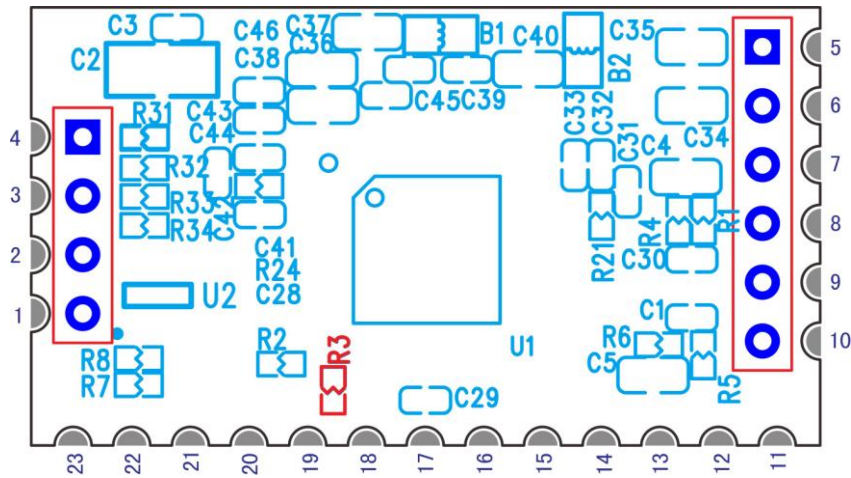

图 8,HX-01 开启双通道设置示意
- 2, 如果需要开启 LINE IN 为双通道模式, 需要按图 8 所示, 把 PCB 的 TOP 面的元件电阻 R3 用烙铁加热拆掉. 拆掉 R3 电阻后即模块的第 10 脚为功能有效, 第 9 和第 10 分别是左声道和右声道的音频输入功能.
此连接方式与模式一差别是开启了音频输入信号的双通道方式.开启音频输入的双通道方式需按图 8 所示,把 TOP 面的电阻 R3 拆除.
此连接方式，是适合需要直接连接电容咪头的方式,模块的第9脚是复合使用脚,PCB板上预留了咪头的偏置电路,常规默认状态下,偏置电路是断开的,当需要使用此模式时,则需按图8提示把PCB的BOTTOM(背面)的短路焊盘J3用焊锡短接。
此连接方式，是适合需要直接连接双通道电容咪头的方式,模块的第9,10脚是复合使用脚,PCB板上预留了咪头的偏置电路,常规默认状态下,偏置电路是断开的,当需要使用此模式时,则需按图8提示把PCB的BOTTOM(背面)的短路焊盘J3,J4用焊锡短接。
开启双通道的方式同样需按图8所示,把PCB的TOP(正面)的电阻R3拆除。
而当需要开启双咪头立体声的方式,则在按图 8 方式拆除 R3 电阻之后,再把 J3,J4 短路焊盘分别用焊锡短接即可.
而当需要开启双咪头立体声的方式，再通识则在按图 8 方式拆除 R3 电阻之后，再把 J3,J4 短路焊盘分别用焊锡短接即可。